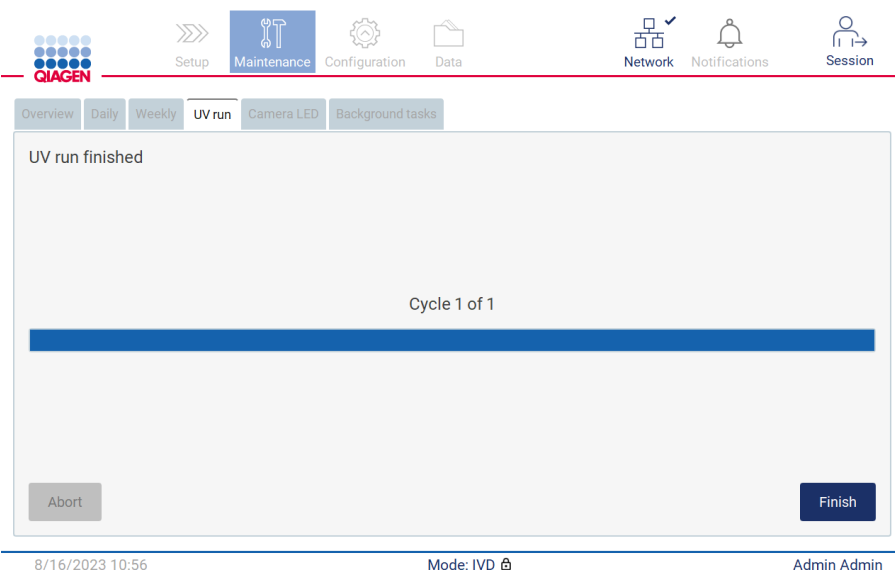

Figura 186. Pantalla UV run finished (Serie UV finalizada).
7. Se muestra un mensaje (consulte la Figura 186 a continuación) tras la ejecución de la serie UV. Pulse **Finish** (Finalizar) para completar la serie UV.